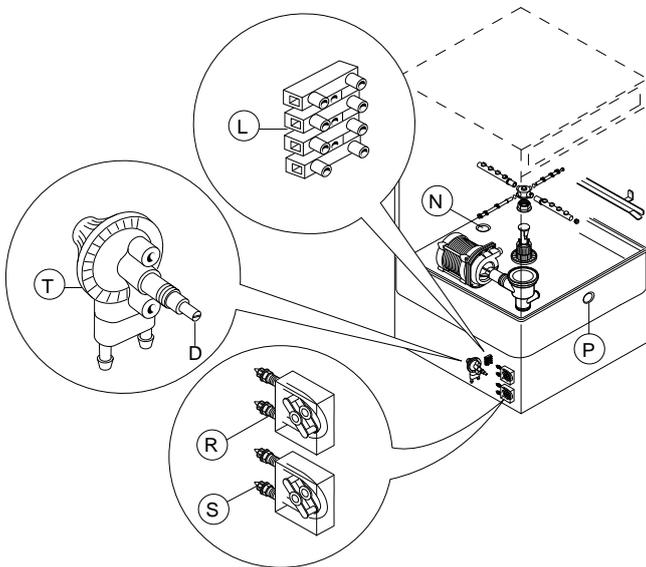

Bild 1 Übersicht über automatische Dosierer
1. Geschirrspüler mit eingebautem Flüssigspülmitteldosierer (Bild 1)
2. Geschirrspüler mit eingebautem Klarspülmitteldosierer mit peristaltischer Pumpe (Bild 1)
3. Geschirrspüler mit eingebautem Klarspülmitteldosierer mit Membranpumpe (Bild 1)
Mit einem Dosierer an den Klemmen 1 und 2 der Versorgungsklemmleiste "L" (Bild 1) lässt sich beim Klarspülgang Klarspülmittel, mit einem Dosierer an den Klemmen 3 und 4 beim Spülgang Spülmittel zuführen.